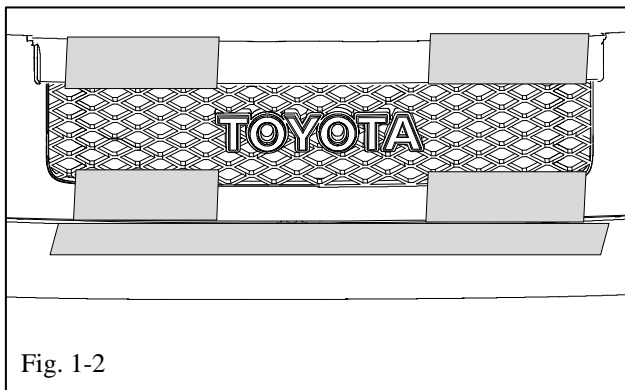

Fig. 1-2
-  (d) Add protective tape to front bumper and grill (Fig. 1-2)